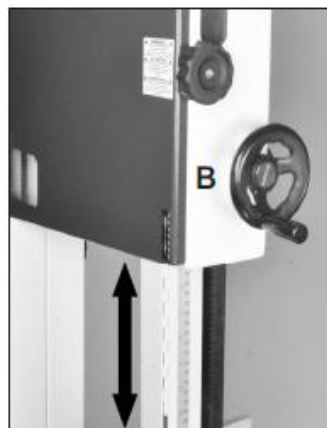
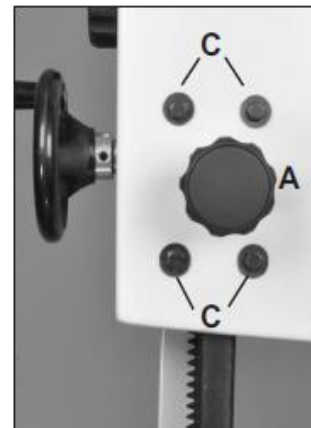

Рис. 29
Рис. 30
1. Ослабьте фиксатор направляющей стойки (#1С, рис. 30А) и поверните ручку направляющей стойки (#38С, рис. 29, В),
4. Ослабьте четыре болта с шестигранной головкой (#2С), расположенные в задней части верхней рамы. Рис. 30, С). Это позволит немного сдвинуть направляющую стойку влево или вправо, чтобы устранить любые проблемы с позиционированием.